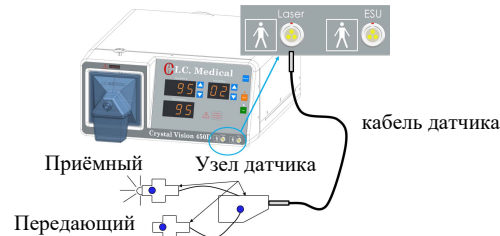

Рисунок 1: Части и подключение узла датчика к CRYSTAL VISION®.
1. Прикрепите кабель датчика ЛАЗЕР (Рис. 1) к лазерному разъему к блоку Crystal Vision® и к соединительной коробке датчика.